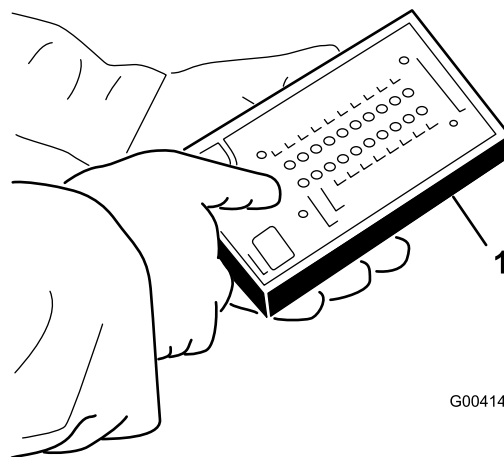

Figura 28
5. Collegare il connettore del display diagnostico ACE al connettore di circuito chiuso del cablaggio preassemblato (Figura 28).